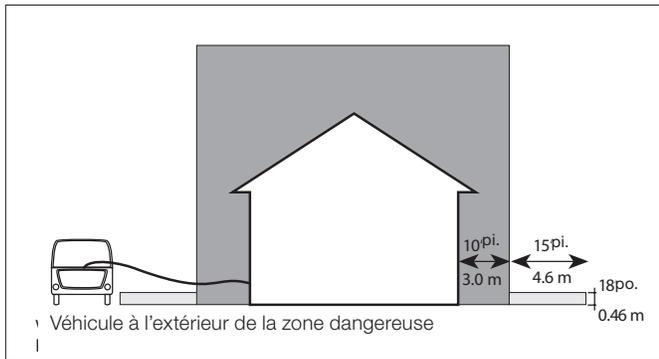
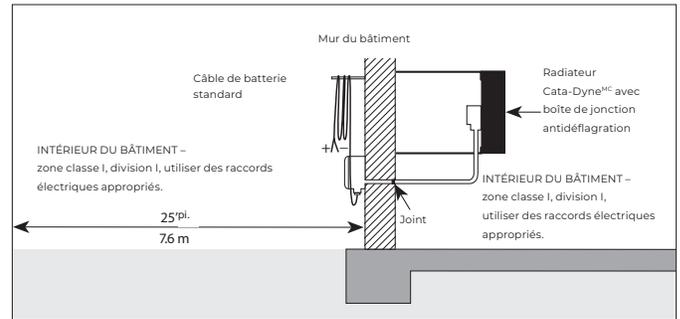

Figure 5 – Placement du véhicule
Figure 7 – Raccordement de l'alimentation (voir l'avertissement ci-dessous).
1. Classe I, division 1 (zone 1), à l'intérieur du bâtiment. Voir le Figure 7 et Figures 5 and 6, page 18.
2. Classe I, division 2 (zone 2), jusqu'à 10 pi (3 m) du bâtiment dans n'importe quelle direction. Voir les Figures 5 and 6, page 18.
3. Classe I, division 2 (zone 2), entre 10 pi (3 m) et 25 pi (7,6 m) du bâtiment dans n'importe quelle direction et à une hauteur de 18 po (0,45 m) au-dessus du sol. Voir les Figures 5 and 6, page 18.
4. Le branchement à l'alimentation électrique doit être effectué à l'extérieur de l'emplacement de classe I, division 2 (Figure 7, page 18). Tous les dispositifs électriques ainsi que le câblage dans cette zone doivent être conformes aux codes appropriés.